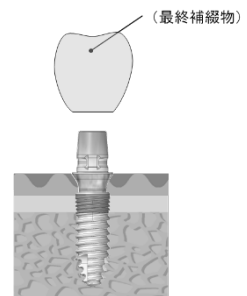

図 3
(5) 作製した最終補綴物を洗浄・滅菌し、セメントを用いて口腔内に装着したアバットメントに固定する（図 3）。